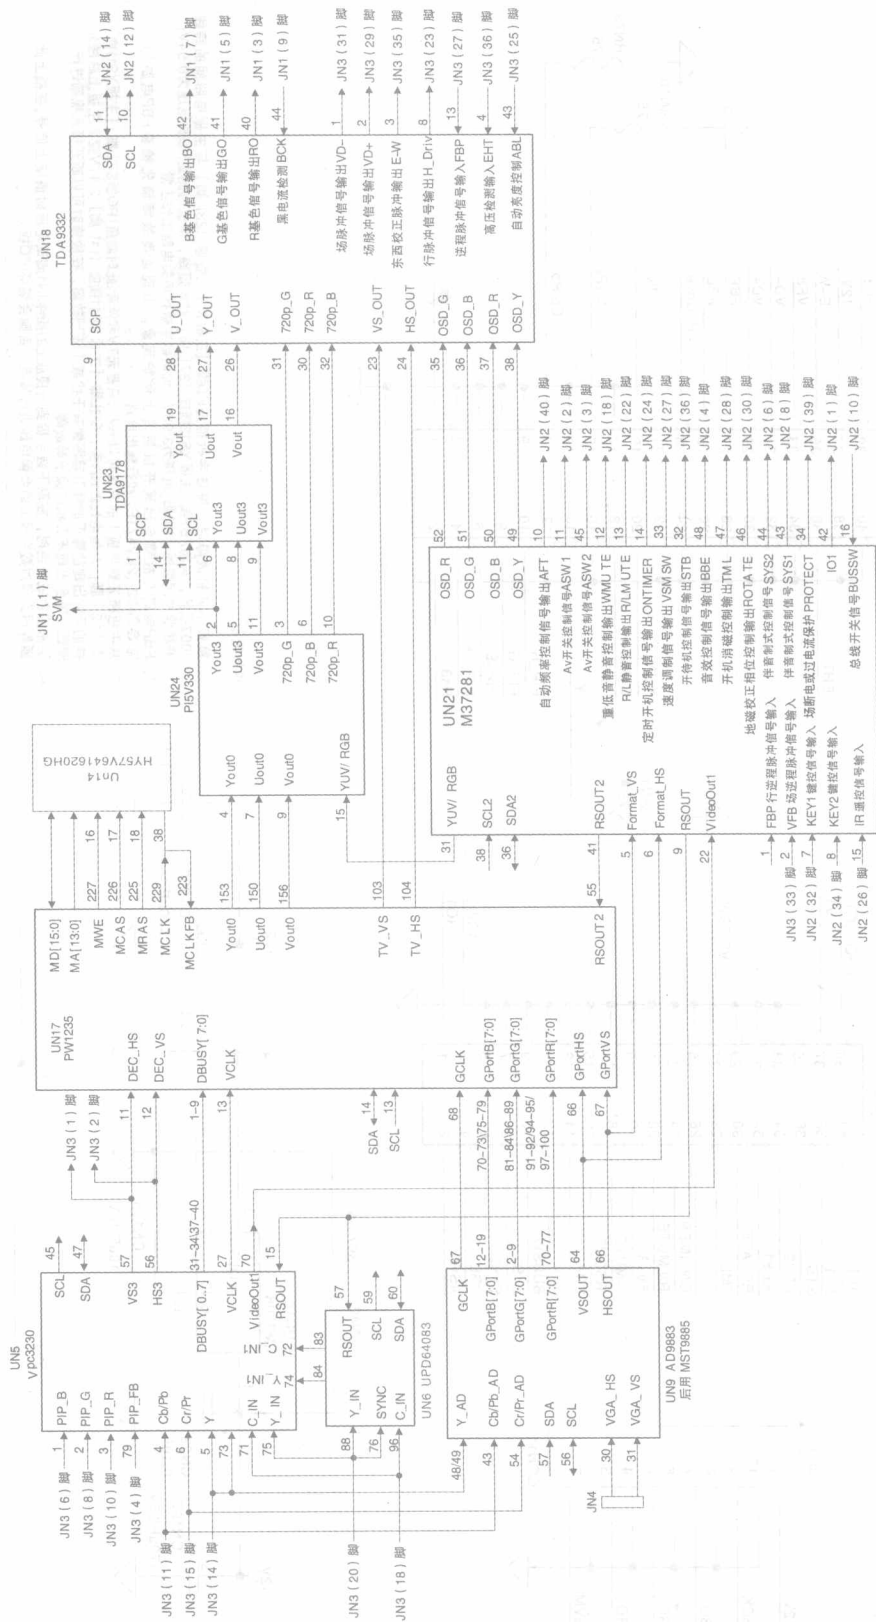

图 1-1 CHD-1 机芯数字板信号流程图
1.2.1 CHD-1 机芯数字板信号流程 (见图 1-1)